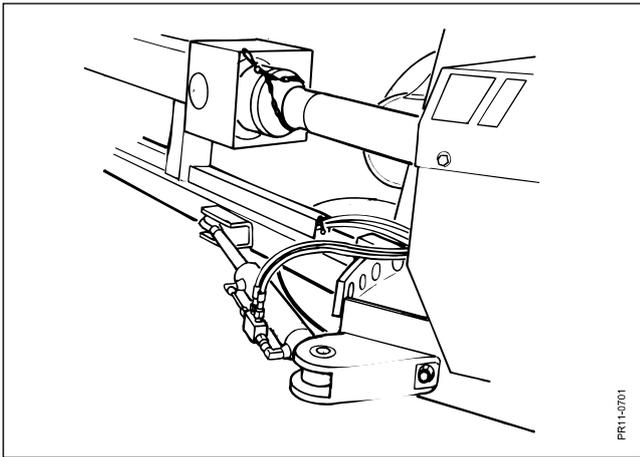

Fig. 5.3
**Fig. 5.3** Si vous avez monté l'équipement pour le passage hydraulique au transport, il est possible de mettre la barre d'attelage en position transport à l'aide du vérin hydraulique. Le vérin a une soupape de sécurité assurant que la machine reste en position transport en cas de rupture d'une flexible.